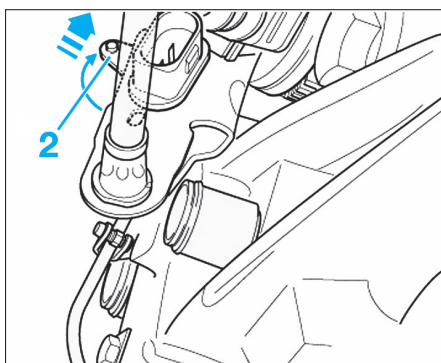

Fig. 8
- Soulever légèrement la languette d'immobilisation située sur la partie inférieure de la fiche (2) et la tourner de 90° (Fig.8).